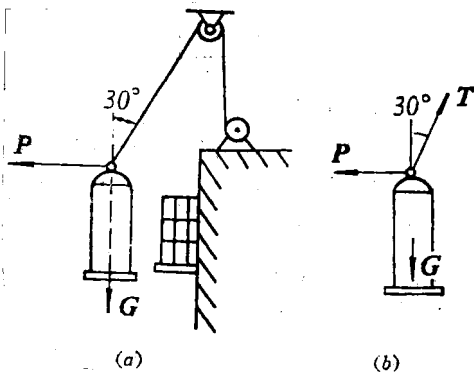

图 1-10 柔软体约束
约束是各种绳索、链条、皮带等柔软体。图 1-10(a) 是一正在吊装的设备, 所用钢丝绳就属柔软体约束。这种约束的特点是: ①只有当绳索被拉直时才能起到约束作用。②这种约束只能阻止非自由体沿绳索伸直的方位朝外运动, 因而代替这种约束作用的约束反力, 它的力作用线必和绳索伸直时的中心线重合, 其指向应是离开自由体朝外。图 1-10(b) 中的 T 就是起吊用钢